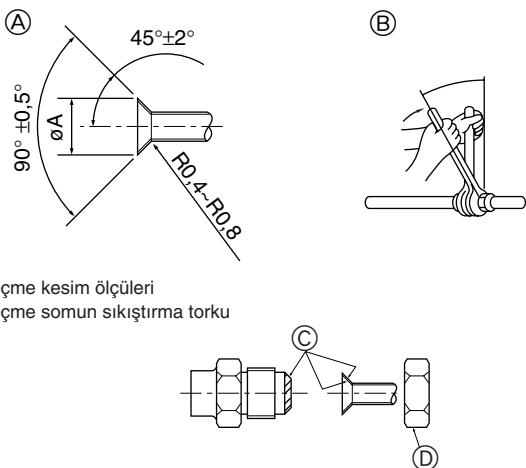

Fig. 5-4
Ⓐ (Fig. 5-4)
Ⓑ (Fig. 5-4)
5.5. Boruların bağlanması (Fig. 5-4)